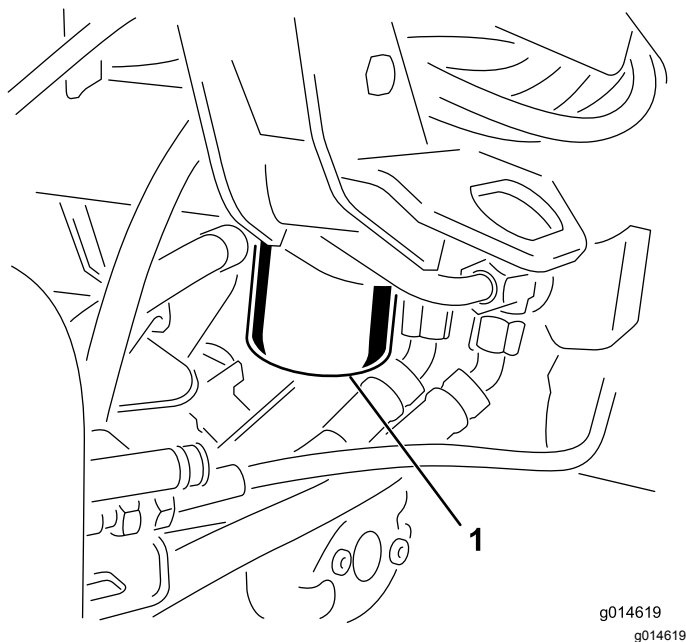

Bild 52
1. Reinigen Sie den Anbaubereich des Filters (Bild 52). Stellen Sie eine Auffangwanne unter den Filter und entfernen den Filter.